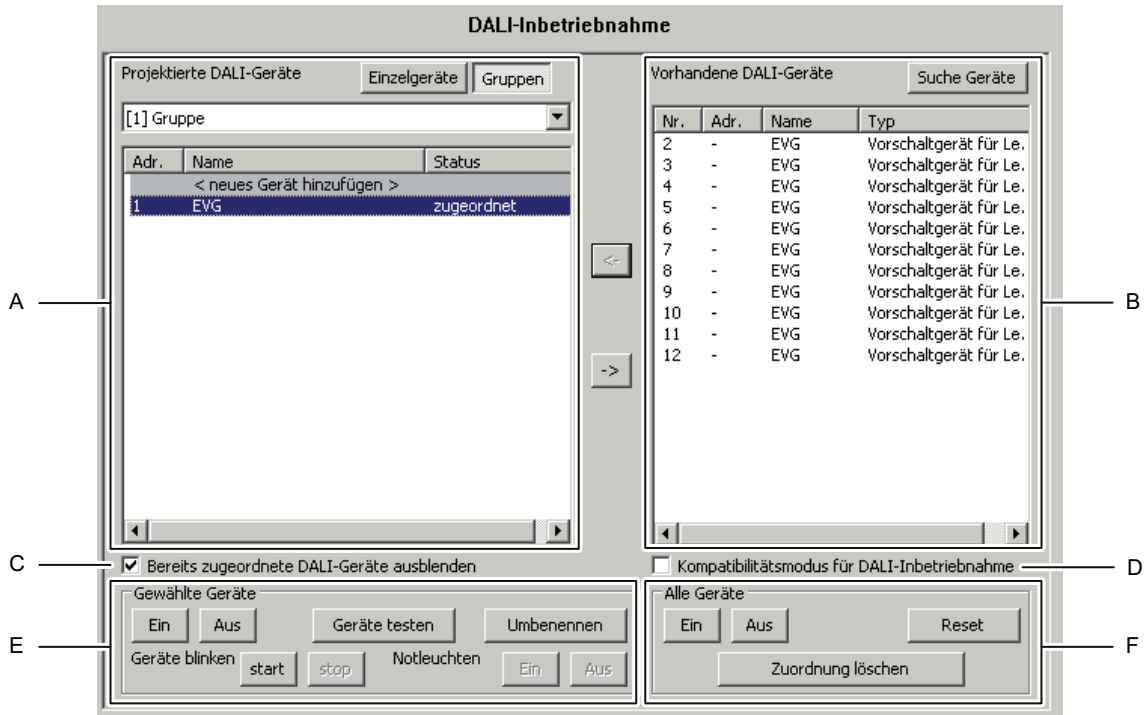

Bild 61: Fensterbereiche der Inbetriebnahme-Umgebung
Die Inbetriebnahmeumgebung des Plug-Ins unterteilt sich in zwei Fensterbereiche. Im rechten Fensterbereich werden die im DALI-System gefundenen Betriebsgeräte aufgelistet. Im linken Fensterbereich werden die angelegten Gruppen angezeigt. Dort erfolgt auch die Zuordnung der DALI-Geräte zu den projektierten Gruppen oder Einzelgeräten (Bild 61).
Bei der ersten Inbetriebnahme werden noch keine DALI-Betriebsgeräte im rechten Fensterbereich (B) angezeigt (Bild 61). Um in der Inbetriebnahme fortzufahren, müssen zunächst die an die DALI-Leitung angeschlossenen Betriebsgeräte gesucht werden. Damit das DALI-Gateway während der Gerätesuche alle angeschlossenen DALI-Betriebsgeräte finden und identifizieren kann, muss das DALI-System vollständig angeschlossen und unterbrechungsfrei eingeschaltet sein! Zudem muss die Netzspannungsversorgung des DALI-Gateways eingeschaltet sein.
Es ist für Sonderfälle möglich, Betriebsgeräte bei Gruppensteuerung auf mehr als nur eine DALI-Gruppe zuzuordnen. Im Standardfall ist die Zuordnung eines DALI-Betriebsgeräts in nur eine Gruppe möglich. Dadurch wird die Gerätezuordnung übersichtlich und es kommt durch die eindeutige Zuweisung nicht zu Gruppenüberlappungen und folglich auch nicht zur Beeinflussung von Konfigurations- und Rückmeldewerten. Bei Bedarf kann als Alternative die Mehrfachgruppenzuweisung freigegeben werden. Dazu muss das Kontrollfeld "Bereits zugeordnete DALI-Geräte ausblenden" (C) im Inbetriebnahme-Dialog des Plug-Ins ausgewählt werden (Bild 61). Hierdurch ist es dann möglich, DALI-Betriebsgeräte im Zuge der Online-Inbetriebnahme mehr als nur einer Gruppe zuzuordnen.